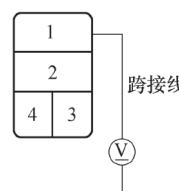
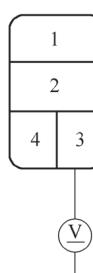
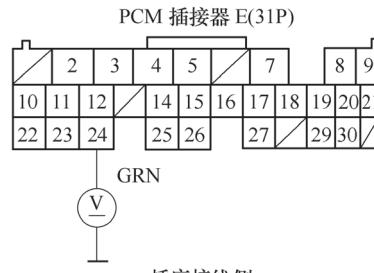

图 5-112 用跨接线连接冷凝器风扇继电器 4P 插座的 1、2 号端子
图 5-113 测量冷凝器风扇继电器 4P 插座的 3 号端子和车身搭铁之间的电压
图 5-116 测量 PCM 插接器 E (31P) 的 12 号端子与车身搭铁之间的电压
4) 如图 5-112 所示，用跨接线把冷凝器风扇继电器 4P 插座的 1 号端子和 2 号端子连起来，检查冷凝器风扇是否转动。如果不转动，转到步骤 8)；如果转动，进行下一步检查。
7) 如图 5-113 所示，测量冷凝器风扇继电器 4P 插座的 3 号端子和车身搭铁之间的电压，检查是否为蓄电池电压。如果是，更换发动机舱盖下熔丝 / 继电器盒；如果不是，维修驾驶人仪表板下熔丝 / 继电器盒中的 30 号熔丝和冷凝器风扇继电器之间的 BLK/YEL 导线开路故障。
3) 将点火开关置于 ON (II) 位置。
4) 测量冷凝器风扇继电器 4P 插座的 3 号端子和车身搭铁之间的电压（图 5-113），检查是否为蓄电池电压。如果不是，维修驾驶人仪表板下熔丝 / 继电器盒中的 30 号熔丝和冷凝器风扇继电器之间的导线开路故障；如果是，进行下一步检查。
8) 将点火开关置于 ON (II) 位置。
9) 如图 5-116 所示，在 PCM
4) 用跨接线将冷凝器风扇继电器 4P 插座 1 号端子和 2 号端子连接（图 5-112），检查冷凝器风扇是否运转。如果不是，转到步骤 13)；如果是，进行下一步检查。
6) 将点火开关置于 ON (II) 位置。
7) 测量冷凝器风扇继电器 4P 插座的 3 号端子与车身搭铁之间的电压（图 5-113），检查是否为蓄电池电压。如果不是，转到步骤 31)；如果是，进行下一步骤。